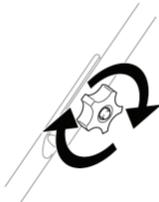

Рис. 5
4. Закрепите верхнюю ручку и нижнюю ручку болтами и фиксаторами (Рис. 5).